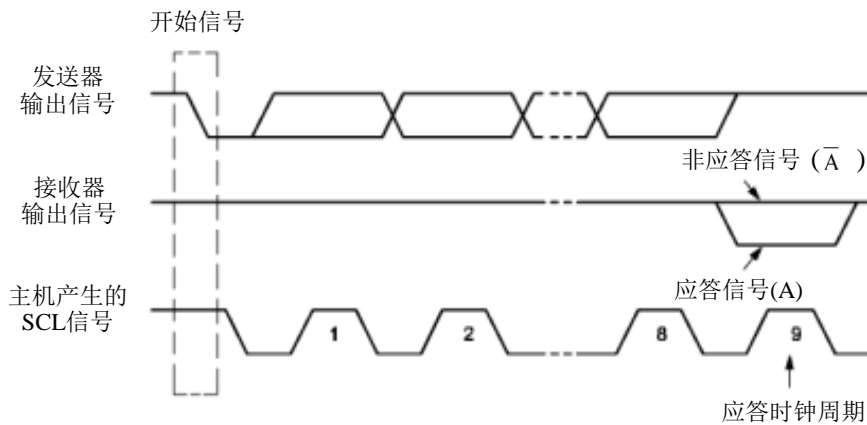

Figure 15-5 IIC 总线的应答信号
**重新开始信号 (Repeated START):** 在 IIC 总线上，由主机发送一个开始信号启动一次通信后，在首次发送停止信号之前，主机通过发送重新开始信号，可以转换与当前从机的通信模式，或是切换到与另一个从机通信。如 Figure15-5 所示，当 SCL 为高电平时，SDA 由高电平向低电平跳变，产生重新开始信号，它的本质就是一个开始信号。
**应答信号 (A):** 接收数据的 IIC 在接收到 8 位数据后，向发送数据的 IC 发出的特定的低电平脉冲。每一个数据字节后面都要跟一位应答信号，表示已收到数据。应答信号在第 9 个时钟周期出现，这时发送器必须在这一时钟位上释放数据线，由接收设备拉低 SDA 电平来产生应答信号，由接收设备保持 SDA 的高电平来产生非应答信号 (A $\bar$ )，如 Figure15-5 所示。所以，一个完整的字节数据传输需要 9 个时钟脉冲。如果从机作为接收方向主机发送非应答信号，这样，主机方就认为此次数据传输失败；如果是主机作为接收方，在从机发送器发送完一个字节数据后，发送了非应答信号，从机就认为数据传输结束，并释放 SDA 线。不论是以上哪种情况都会终止数据传输，这时，主机或是产生停止信号释放总线，或是产生重新开始信号，开始一次新的通信。开始信号、重新开始信号和停止信号都是由主控制器产生，应答信号由接收器产生，总线上带有 IIC 总线接口的器件很容易检测到这些信号。